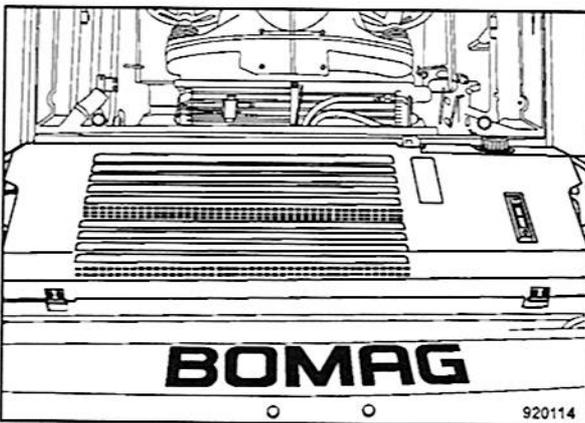

Fig. 125
- Desenroscar los tornillos de fijación en la chapa protectora del radiador (Fig. 125) y plegar la chapa protectora hacia delante.